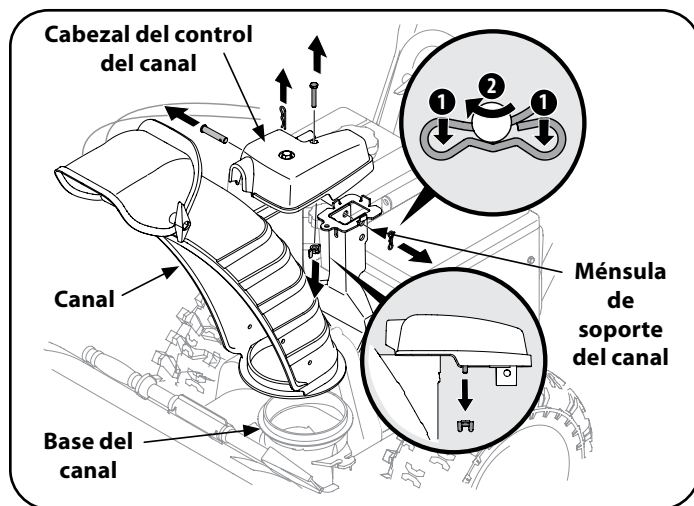

Figura 27
- Retire el pasador de chaveta, la tuerca de mariposa y el tornillo hexagonal del cabezal de control del canal. Extraiga el pasador de horquilla y el pasador de chaveta con unión curva de la ménsula de soporte del canal. Consulte Figura 27.